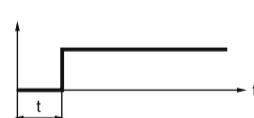

Рис.2
- обратный отсчет („Г“ - при включении устройства исполнительное реле включается по истечении установленного времени t, рис.2).